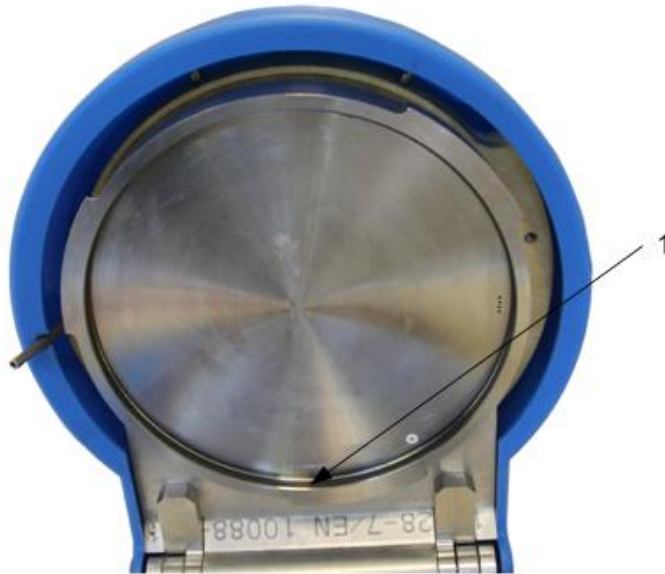

Figure 9 - Échange du joint de couvercle
- À l'aide d'un tournevis extraire le joint (1, Figure 9) et le rebuter.